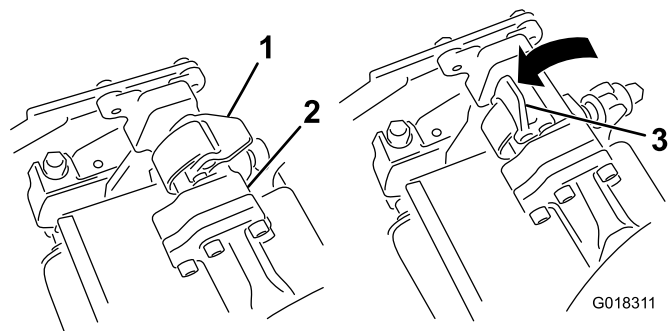
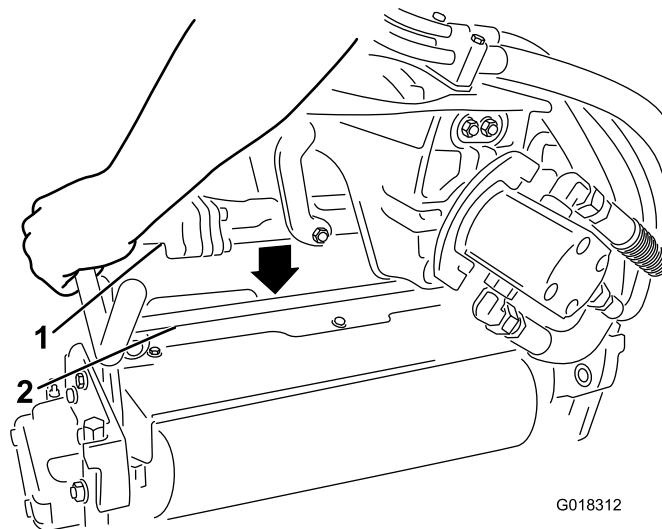

Figure 2
Figure 3
2. Les verrous de la barre de bras de suspension étant ouverts (Figure 2), poussez le bras de suspension vers le bas pour l'engager sur la barre transversale en haut de l'unité d'aération (Figure 3).
3. Fermez les verrous pour bloquer l'unité d'aération en place (Figure 2)